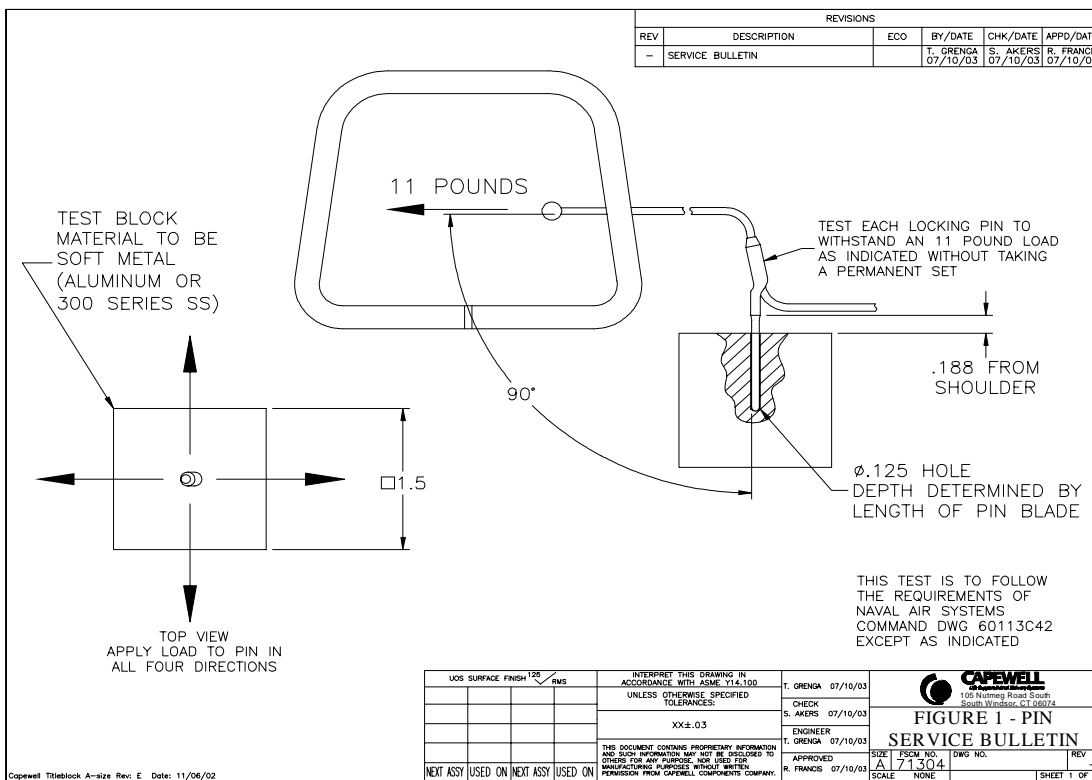

FIGURE 3 : toutes dimensions en pouces
1. Placer l'aiguille dans le bloc test (figure 3). Remarque : le trou permettant de loger l'aiguille peut être HORIZONTAL ou VERTICAL